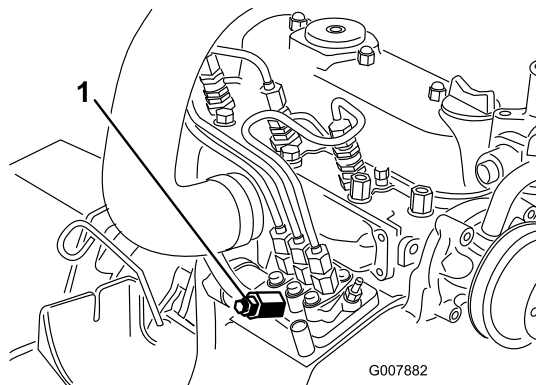

Figure 45
3. Placez un chiffon sous la vis de purge d'air sur la pompe d'injection et ouvrez-la (Figure 45).